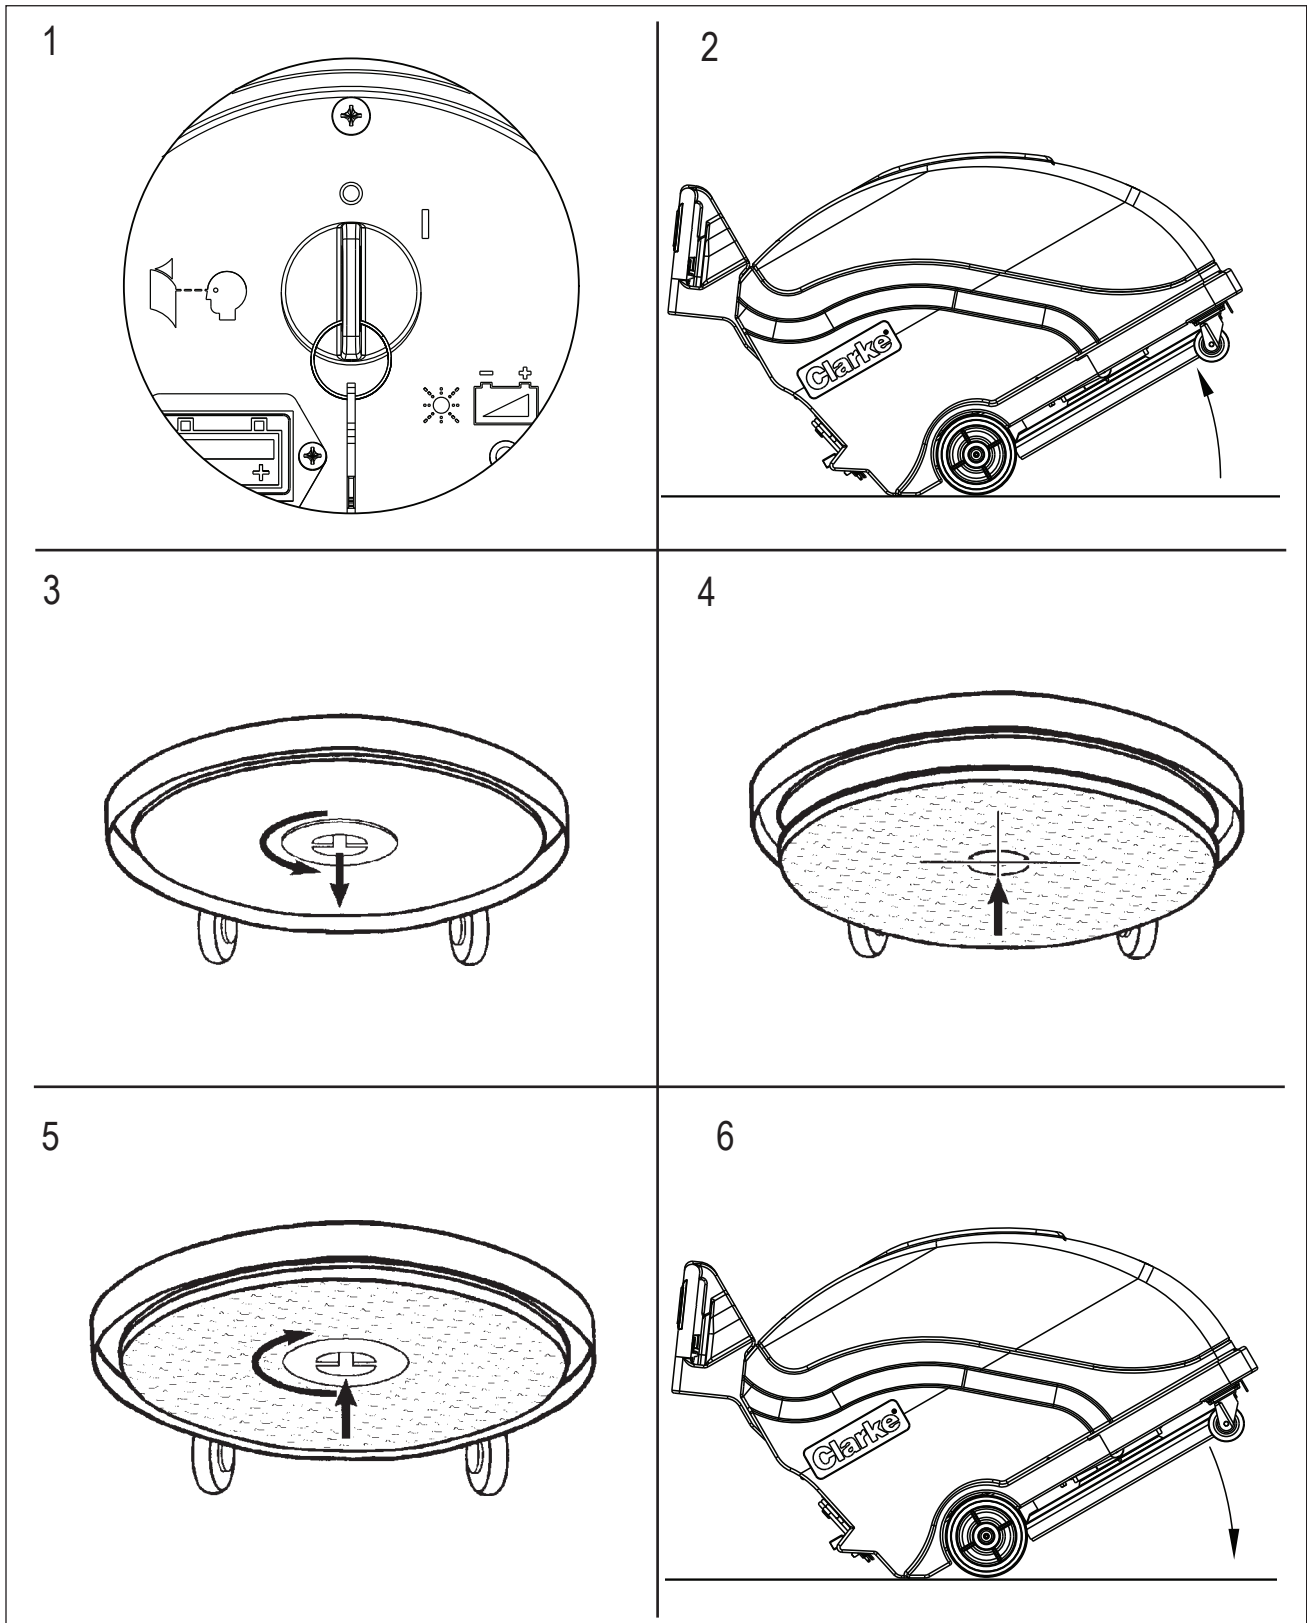

Figura 6
Para colocar o quitar el disco, siga el procedimiento siguiente (ver pasos 1 - 6 en la figura 6):
2. Coloque la máquina en la posición que se muestra (2) para tener acceso al retenedor de almohadilla.
6. Levante la parte trasera de la máquina para bajar el alojamiento del disco, tirando de las empuñaduras hacia arriba como indicado en la figura 6 (6).